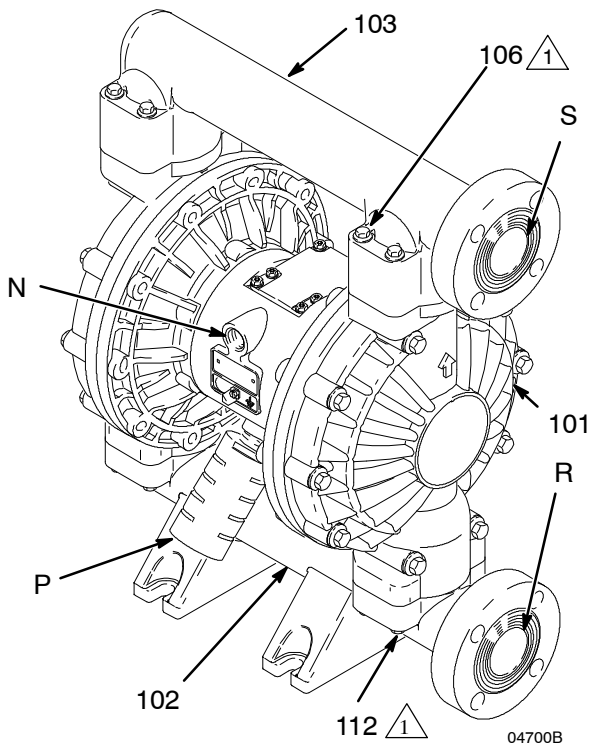

Fig. 4
A bomba é fornecida com entrada de líquido (R) e portas de saída (S) voltadas para o mesmo lado. Ver Fig. 4. Para mudar a orientação da entrada e / ou saída da porta:
1. Remover os parafusos (106 e 112) que prendem a entrada (102) e / ou a saída (103) do coletor para as tampas (101).